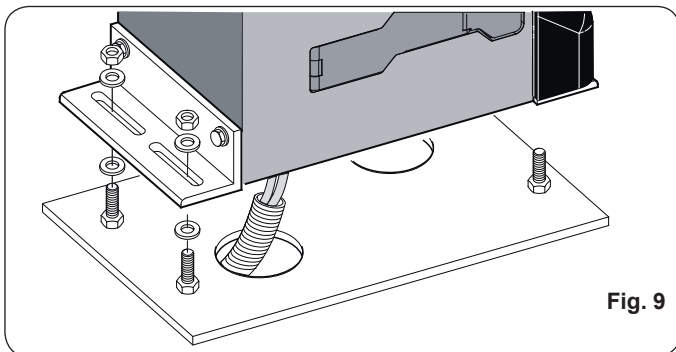
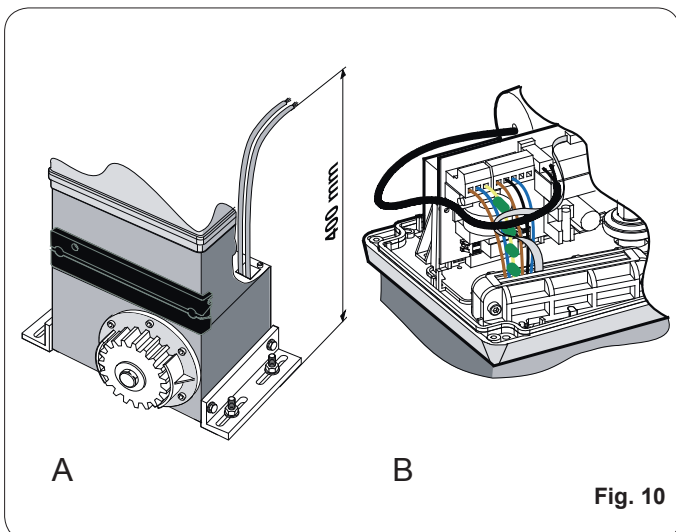

Fig. 9
Fig. 10
3. Colocar o operador sobre a placa utilizando as arruelas e as porcas fornecidas com o equipamento, como na Fig. 9. Durante esta operação, passar os cabos através do respetivo duto presente na metade inferior do corpo do operador (Fig. 10 - Ref. A). Para ter acesso ao equipamento eletrônico, passar os cabos através do respetivo furo utilizando o prensa-cabo com borracha, fornecido com o equipamento. Prestar muita atenção para retirar a bainha de todos os cabos para que o prensa-cabo efetue o aperto de cada fio separadamente (Fig. 10 - Ref. B).